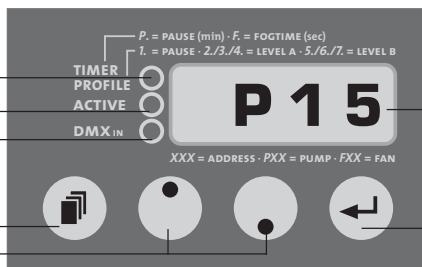

Abb. 1: Einstellen des Pumpen-Wertes
- a) Drücken Sie die Mode-Taste [14] auf dem Bedienfeld, bis auf dem Leuchtziffern-display [17] ein P (Pumpe) und zwei Zahlen erscheinen (siehe Abb. 1). Stellen Sie den Pumpenwert auf 99%.
- a) Drücken Sie die Mode-Taste [14] auf dem Bedienfeld, bis auf dem Leuchtzifferndisplay [17] ein P (Pumpe) und zwei Zahlen erscheinen (siehe Abb. 1).